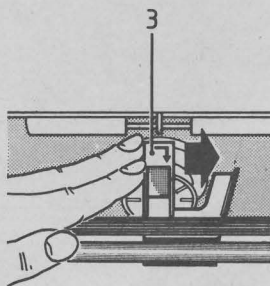

Fig. 2
4. Spingere la sicurezza di trasporto gialla (3) (pezzo di distanza) verso destra (freccia, fig. 2), allora premere verso il basso (freccia, fig. 3) e togliere.